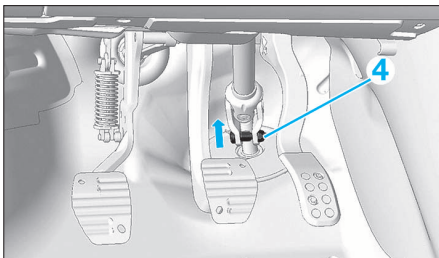

FIG. 10
- Déposer la vis (4). (Fig.10).
- Désaccoupler la colonne de direction du mécanisme de direction en tirant comme illustré (Fig.10).